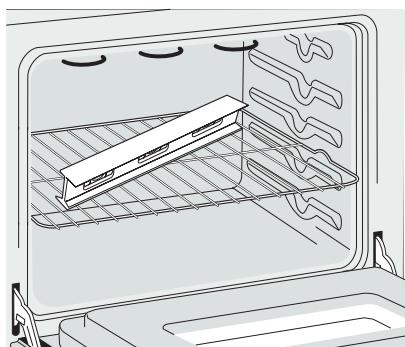

Figure 10: Mise à niveau
1. Installez une grille au centre du four supérieur (Figure 10).